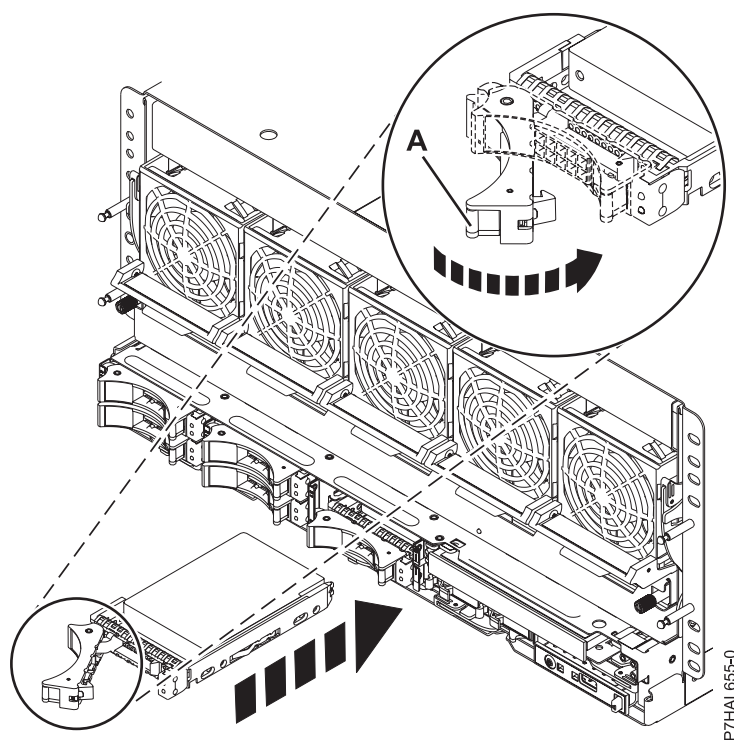
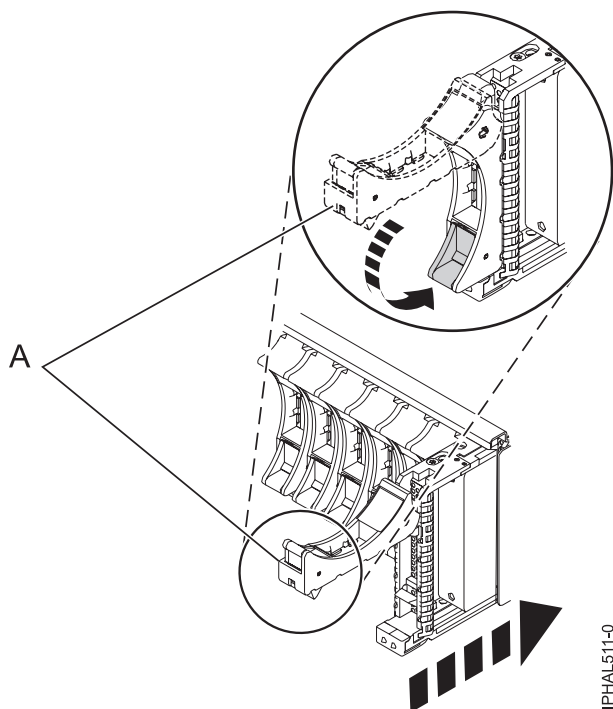

Figura 1. Instal·lació de la unitat de disc al sistema
Figura 2. Instal·lació de la unitat de disc a la unitat d'expansió 5803
7. Quan el LED d'identificació es torni sòlid, moveu la unitat fins al fons del sistema o de la unitat d'expansió i empenyeu la nansa de la unitat fins que quedi encaixada. Consulteu Figura 1 que mostra la instal·lació d'una unitat al sistema i Figura 2 a la pàgina 10 que mostra la instal·lació d'una unitat a la unitat d'expansió 5803.